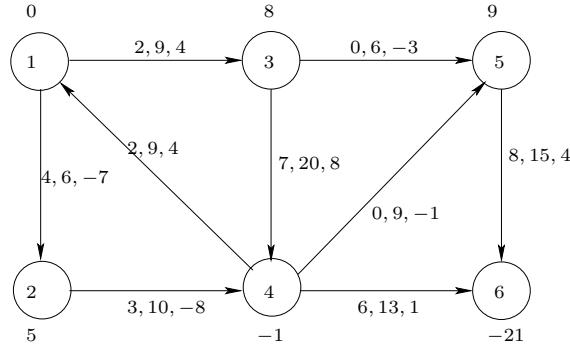

Figura 5.26: Grafo di partenza (esercizi 5.35 e 5.36)
**Esercizio 5.35.** ■ Sia dato il problema  $P$  di flusso a costo minimo definito sul grafo orientato  $G = (V, E)$  riportato in figura 5.26. Ad ogni nodo  $i \in V$  è associata la divergenza  $d_i$  e a ciascun arco  $(i, j) \in E$  è associata la tripla  $(l_{ij}, u_{ij}, c_{ij})$ , dove  $l_{ij}$  e  $u_{ij}$  indicano rispettivamente la capacità minima e massima dell'arco  $(i, j)$ , mentre  $c_{ij}$  indica il costo unitario associato all'arco  $(i, j)$ .
**Esercizio 5.36.** ■ Sia dato il problema  $P$  di flusso a costo minimo definito sul grafo orientato  $G = (V, E)$  riportato in figura 5.26. Ad ogni nodo  $i \in V$  è associata la divergenza  $d_i$  e a ciascun arco  $(i, j) \in E$  è associata la tripla  $(l_{ij}, u_{ij}, c_{ij})$ , dove  $l_{ij}$  e  $u_{ij}$  indicano rispettivamente la capacità minima e massima dell'arco  $(i, j)$ , mentre  $c_{ij}$  indica il costo unitario associato all'arco  $(i, j)$ . Sia  $\bar{f}$  una soluzione di base ammissibile per  $P$ , tale che: